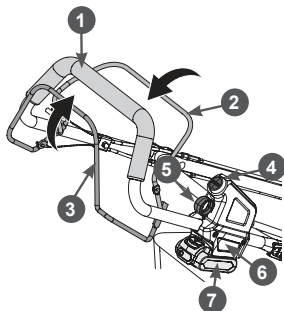

Рис. 15. Запуск двигателя электрическим стартером
5. Вставьте предохранительный ключ 5 (Рис. 15).
- Встаньте позади газонокосилки.левой рукой нажмите и удерживайте рычаг остановки двигателя 2 (Рис. 15). Правой рукой нажмите кнопку включения электрического стартера 4 (Рис. 15).